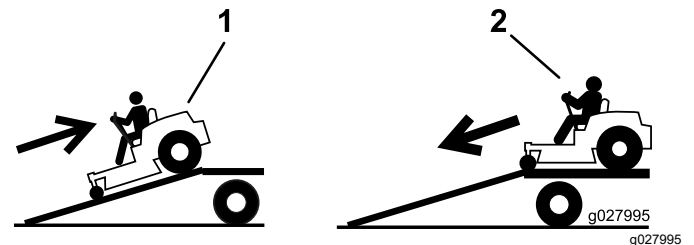

Figure 31
2. Descendez la rampe en marche avant (Figure 31).